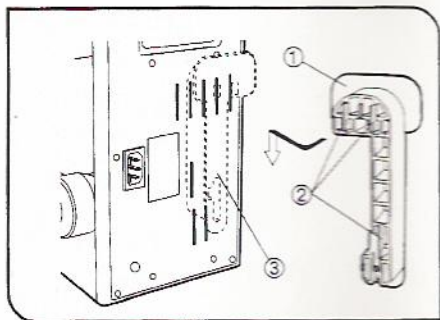

图 7
(3) 安装可选购的线卡 (CH3-CH) (图 7 和 8)